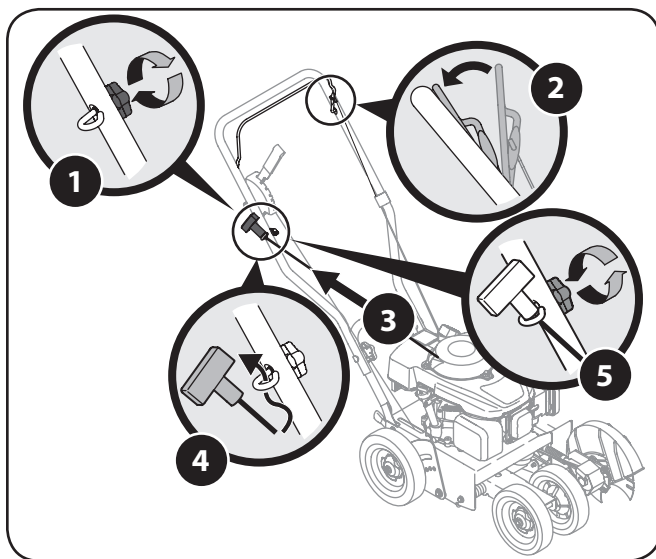

Figure 3-5
1. Un guide-câble et un écrou papillon sont inclus dans le sac contenant le manuel. Utilisez l'écrou papillon pour fixer, sans trop serrer, le guide-câble sur le côté droit de la poignée supérieure. Voir Figure 3-5.
NOTE : Vous devez presser la commande d'arrêt du moteur contre la poignée supérieure pour tirer la corde de démarrage. Voir Figure 3-5.